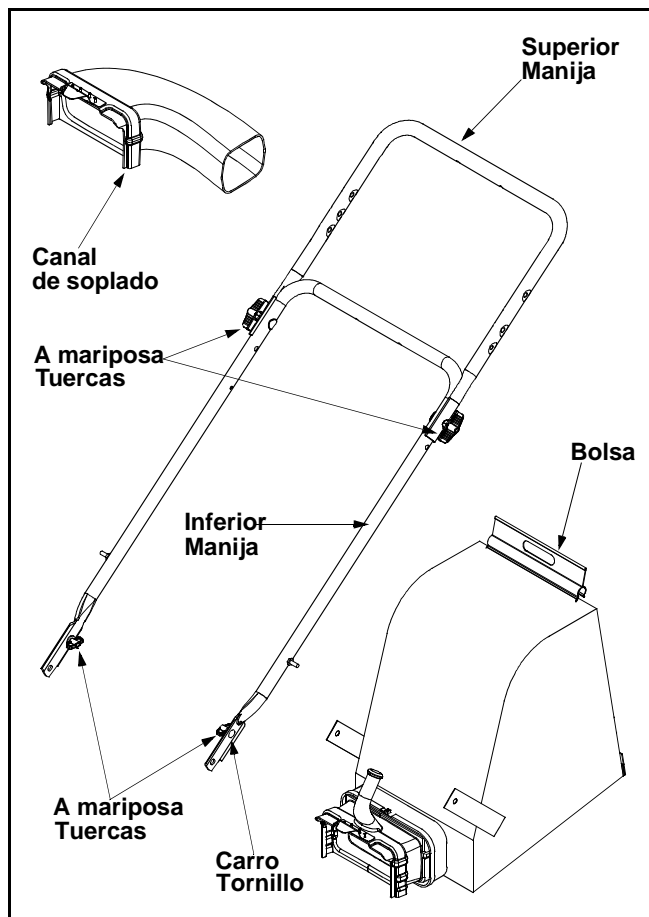

Figura 1
Piezas sueltas en la caja (Ver Figura 1)
- Para sujetar las dos manijas ajuste las tuercas de mariposa (los pernos del carro deben estar colocados de forma adecuada en la manija). Ver Figura 1.